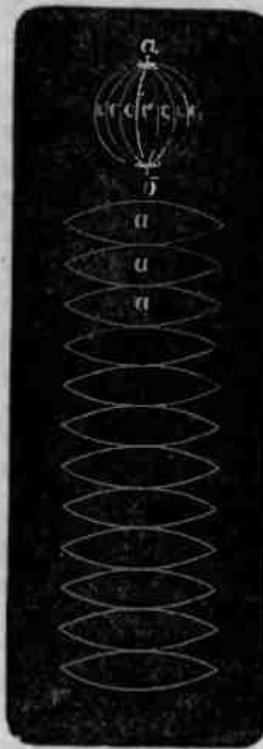

Рис. 130—131
6) Оклейка шара (рис. 130) относится к виду работ, встречающимся очень редко и являю-
Прежде всего, шаровидный обвяз должен быть совершенно верно выточен. На противоположных его сторонах токарь намечает центральные точки *a* и *b*. В эти точки предварительно вбиваются по тоненькой шпильке. Привязывают к одной из шпилек тоненькую ниточку или, что еще лучше, обматывают шпильку тонкой медной проволокой, которой обвязывают поверхность шара, задевая мимоходом и центральные шпильки. Поверхность шарового обвяза разделится на двенадцать (можно и больше) одинаковых по форме и величине частей *c*, *c*, *c* (рис. 131). Затем на поверхность шарового обвяза накладывают кусок тонкой бумаги и осторожно ее прижимают, пока медная проволока не даст вдавленного отпечатка одной части *c*; полученная фигура вырезается из бумаги и служит шаблоном, по которому вырезают из шпона 12 или больше) совершенно одинаковых частей *a*, *a*, *a*, *a*. Конечно, шпон должен быть очень тонким, толщиной в игральную карту. 12 вырезок *a*, *a*, *a*... поочередно смазывают kleem и накладывают по одной на поверхность шарового обвяза, следя, чтобы острые верхушки вырезок шпона соответствовали местам, где ранее были вбиты шпильки *a* и *b* (рис. 130). Подгонка вырезок *a*, *a*, *a*... производится при помощи деревянного бруска с вогнутой поверхностью. Брускочек лучше выточить на токарном станке одновременно с вытачиванием шарового обвяза, чтобы вогнутость в бруске подходила к выпуклости шара, но была несколько шире.